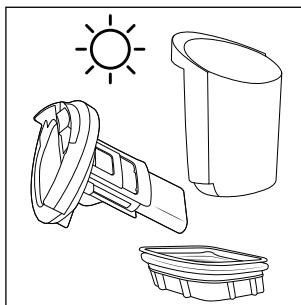

Fig. 27
- ♦ Lad snavfilteret 10, beholderen til snavset vand 2 og låget til beholderen til snavset vand 9 tørre helt (se fig. 27).